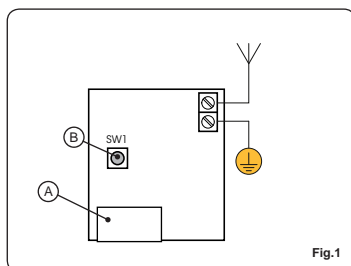

Fig.1
Der Empfänger ist mit einem Modul für den Schnelleinsatz auf die Steuerzentralen (Abb. 1, Bez. A).
- 2) Die dem zu speichernden Kanal entsprechende Programmierertaste auf dem Empfänger anhaltend drücken (Abb. 1, Bez. B).
De ontvanger is voorzien van een module voor de snelaansluiting op de besturingseenheden (Fig.1 ref.A). :
- 2) Druk op de ontvanger op de programmeerknop van het kanaal dat u in het geheugen wilt opslaan, en houd hem ingedrukt (Fig.1 ref.B).